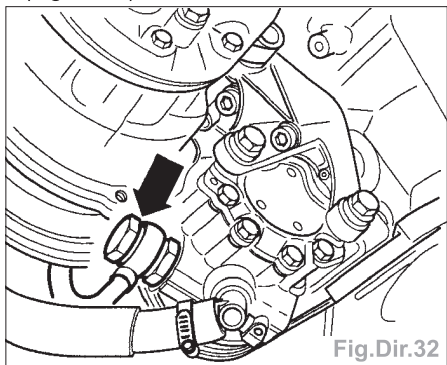

Fig.Dir.32
- Ouvrir la vis creuse située sur la pompe à ailettes (flèche) et vidanger l'huile hydraulique (si elle n'a pas déjà été aspirée) (Fig.Dir.32).